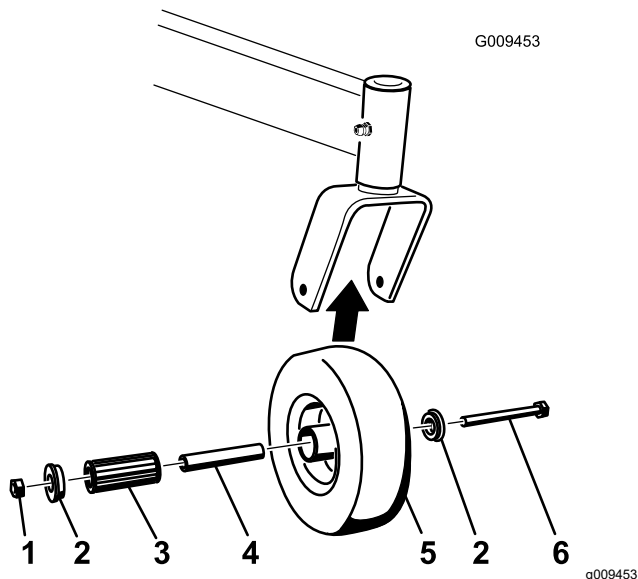

Figura 60
1. Retire a porca de bloqueio e o parafuso da roda que fixam a roda ao respetivo suporte (Figura 60).
2. Retire 1 casquilho, em seguida, puxe o casquilho da vara de ligação e o rolamento de rolo para fora do cubo da roda (Figura 60).
3. Retire o outro casquilho do cubo da roda e limpe qualquer massa lubrificante e sujidade do cubo da roda (Figura 60).
Nota: Substitua todas as peças danificadas ou desgastadas (Figura 60).
5. Coloque 1 casquilho no interior do cubo da roda (Figura 60).
6. Lubrifique o casquilho do rolamento e o casquilho da vara de ligação e faça-os deslizar para o interior do cubo da roda (Figura 60).
7. Coloque o segundo casquilho no interior do cubo da roda (Figura 60).
8. Monte a roda giratória na forquilha da roda giratória e fixe-a com o parafuso da roda e a porca de freio (Figura 60).
9. Aperte a porca de freio até que o casquilho da vara de ligação encoste ao interior da forquilha da roda (Figura 60).